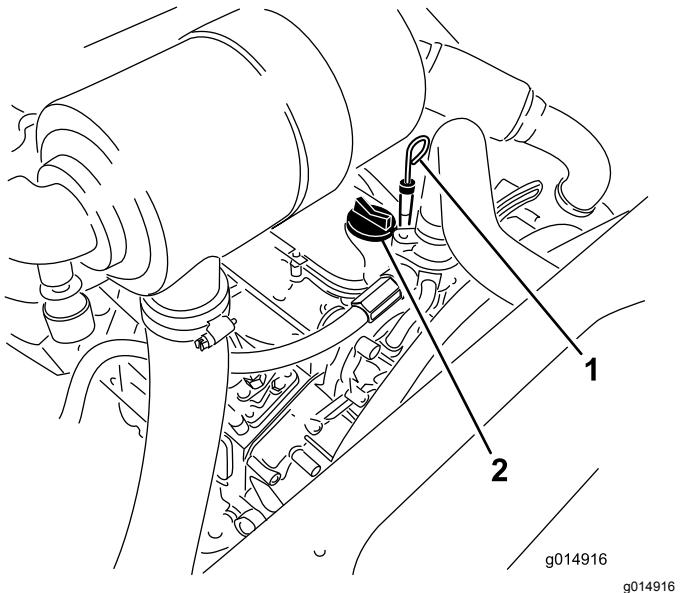

図 32
3. ディップスティックを抜き取り、付いているオイルをウェスで拭きとつてもう一度差し込む(図32)。
5. オイルの量がFULLマークよりも下である場合は、補給キャップ図 32を取り、FULL 位置までオイルを補給する。入れすぎはよくない。